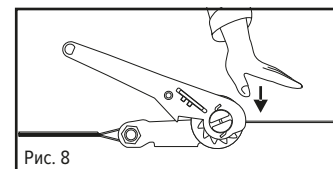

Рис. 8
- Проверьте правильность натяжения ленты во избежание случайного провисания анкерной линии (рис. 8).